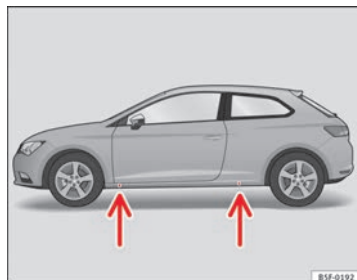

Fig. 128 Traverse : repères
- Rechercher sur le bas de caisse le point d'appui (zone renfoncée) le plus proche de la roue à changer ⇒ fig. 128. Derrière ce repère se trouve, sur le bas de caisse, le point d'appui du cric*.